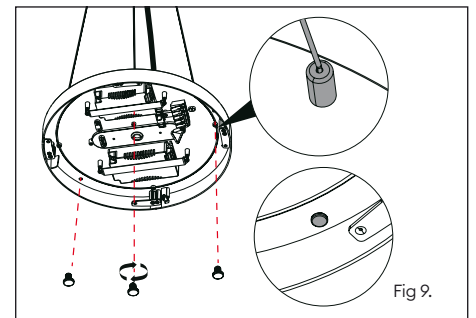

Fig 9.
8. Affix the 3x suspension adjuster bolts onto the base section (fig 9).
8. Fixez les 3 boulons d'ajustement de la suspension sur la base (fig. 9).